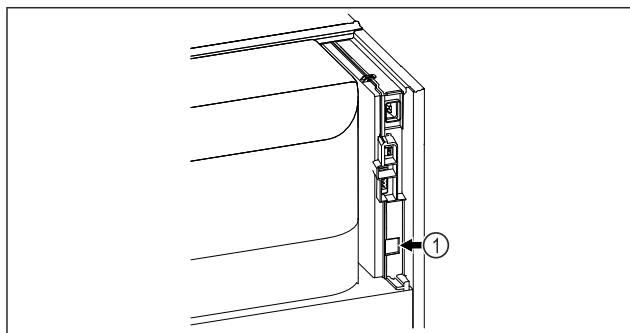

Fig. 125
- ☐ Vstavljen je SmartModule Fig. 125 (1).